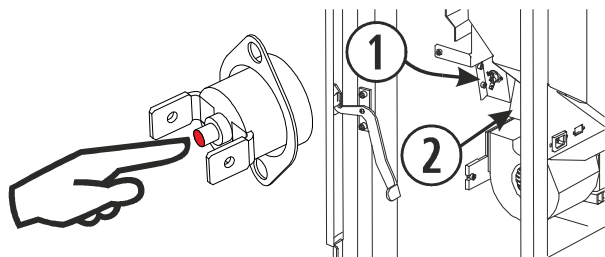

Figura 31
- Le stufe **Suez** e **Turbo Aire** (*figura 31*), hanno i termostati sul lato destro.